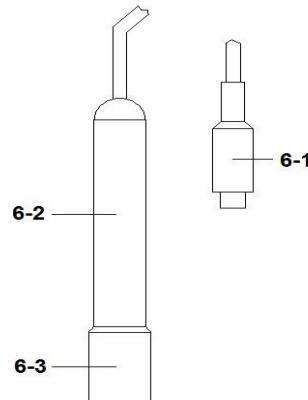

Fig. 3
1. Tilslut ledningsevne proben (CDPB-03) (6-1, Fig.3) til "CD" stikket (3-15, Fig.1)
3. Hold på elektrodens skaft (6-2, Fig. 3) og nedsænk probehovedet (6-3, Fig. 3) helt ned i bufferopløsningen og ryst den lidt, indtil luftbobler der kan samles sig om proben forsvinder.
- Tilslut proben (6-1, Fig. 3) til "CD" stikket (3-15, Fig. 1).
- Hold på elektrodens skaft (6-2, Fig. 3) og nedsænk probehovedet (6-3, Fig. 3) helt ned i kalibreringsvæsken og ryst den lidt, indtil luftbobler der kan samles sig om proben forsvinder. Displayet viser nu ledningsevnen mS (uS) værdien.
- Tilslut ledningsevne proben (CDPB-03) (6-1, Fig. 3) til "CD" stikket (3-15, Fig. 1).
- Hold på elektrodens skaft (7-2, Fig. 4) og nedsænk probehovedet (7-3, Fig. 3) helt ned i bufferopløsningen og ryst den lidt, indtil luftbobler der kan samles sig om proben forsvinder.